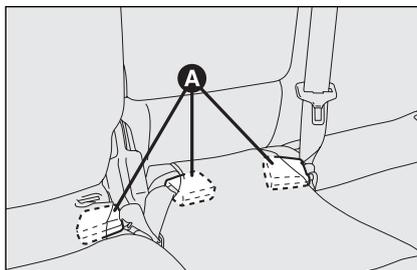

fig. 99
- pour les versions avec le siège arrière coulissant, placer les boucles des ceintures de sécurité dans les emplacements appropriés **A-fig. 99** prévus dans la doublure du coussin;